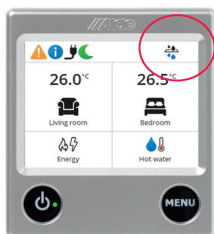

fig. 9
5. Lorsque l'eau s'écoule de la pompe à eau douce, le symbole de l'Alde AquaClear UV-C apparaît sur la partie supérieure du panneau de commande pour indiquer que l'Alde AquaClear UV-C fonctionne correctement. (Fig. 9). Si le symbole n'est pas visible pendant l'écoulement actif de l'eau, il y a peut-être un problème, contactez votre revendeur ou votre partenaire de service.